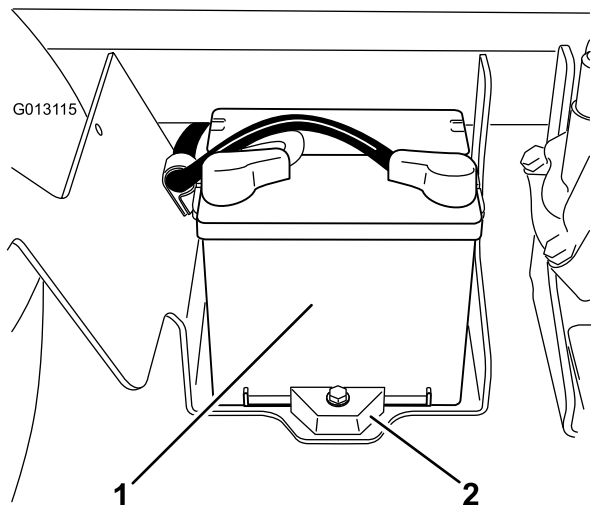

Figura 55
2. La batería está situada en el lado derecho de la máquina, detrás de la bomba (Figura 55).
5. Retire el dispositivo de sujeción de la batería y los herrajes (Figura 55).
2. Instale el dispositivo de sujeción de la batería, fijándolo con los herrajes que retiró anteriormente (Figura 55).
4. Instale la tapa de la batería y fíjela con los 2 pomos (Figura 55).
1. Afloje los pomos de los lados de la caja de la batería y retire la tapa de la batería (Figura 55).